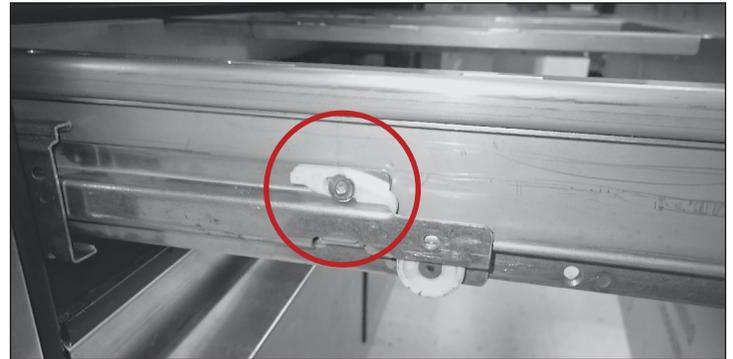

Abb. 1. Ort des Schubladenhalters. Halter ist eingerastet.
3. Drücken Sie den Kunststoff-Schubladenhalter nach unten und in Richtung Rückseite des Geräts. Siehe Abb. 1